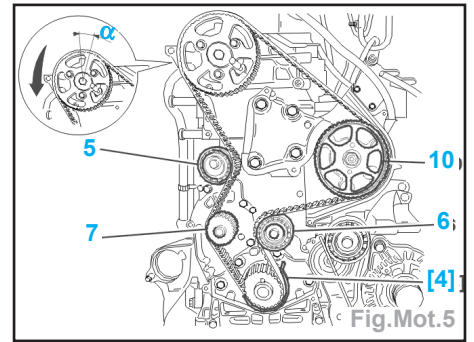

Fig.Mot.5
- En cas de remplacement, serrer le galet (6) à **4,3 daN.m**.
- Desserrer les vis (8).
- Contrôler la libre rotation de la poulie (9) sur son moyeu.
- Serrer les vis (8) à la main.
- Desserrer les vis (8) de 1/6 de tour.
- Tourner la poulie (9) dans le sens horaire jusqu'en butée à fond de boutonnières.
- Reposer la courroie de distribution, brin bien tendu, dans l'ordre suivant (Fig.Mot.5) :